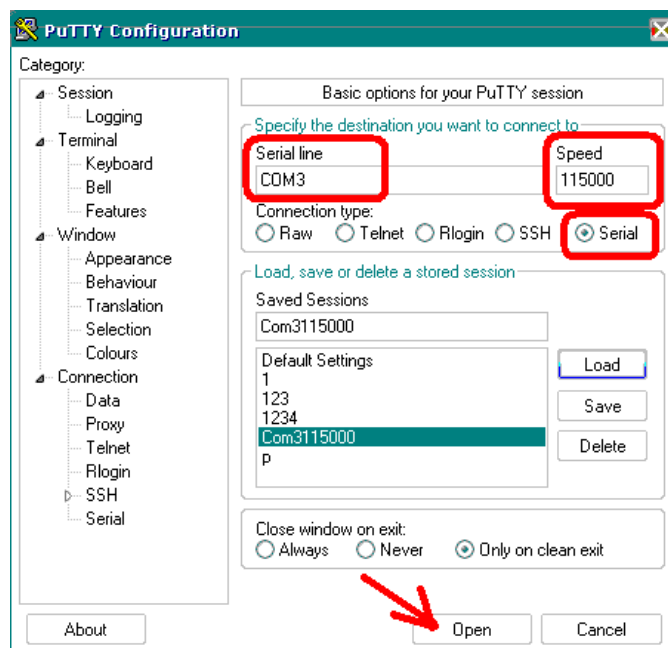

Рисунок 7.2. Окно программы Putty
9. Запустить программу Putty, установить настройки: *Serial line* – COM№ порт к которому подключен микроконтроллер (Возможные варианты № можно узнать в диспетчере устройств Windows); *Speed* – 115200; *Connection type* - *Serial* как показано на рис. 7.2 и нажать Open